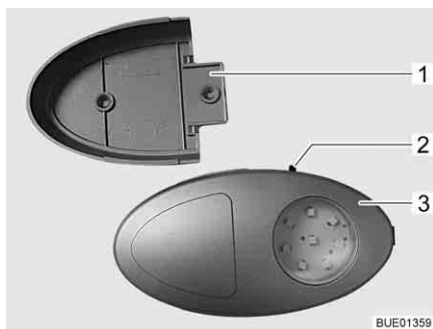
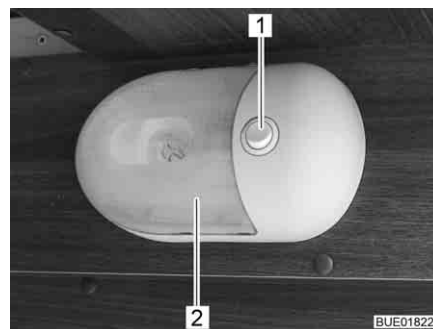

Fig. 91 Eclairage de la penderie/lampe de poche
Fig. 92 Eclairage de la penderie
- ▷ Il est possible d'extraire l'éclairage de la penderie de son support vissé (Fig. 91,1) et de l'utiliser comme lampe de poche.
Le bouton Marche/Arrêt (Fig. 91,2 ou Fig. 92,1) se trouve directement sur l'éclairage de la penderie (Fig. 91,3 ou Fig. 92,2).